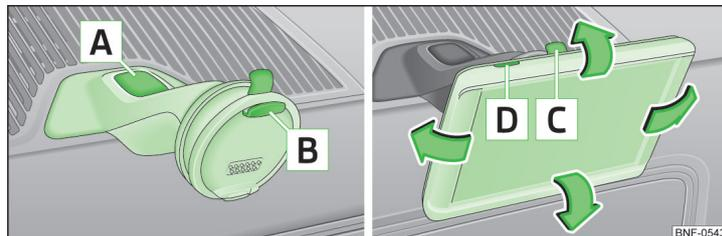

Fig. 78 Support de l'appareil multifonction/appareil multifonction
- Insérez d'abord l'appareil multifonction dans le support supérieur [B] » fig. 78 et enfoncez-le au niveau de sa partie inférieure dans le support jusqu'à ce qu'il s'enclenche » !.
- L'inclinaison dans la position souhaitée se règle en poussant l'appareil multifonction dans les directions indiquées par les flèches » fig. 78 » !.
- Appuyez de l'autre main sur le bouton de déverrouillage [C] » fig. 78 et retirez l'appareil.
- Appuyez de l'autre main sur le bouton de déverrouillage [A] » fig. 78.
- Allumez l'appareil multifonction en appuyant sur la touche **D** » fig. 78.